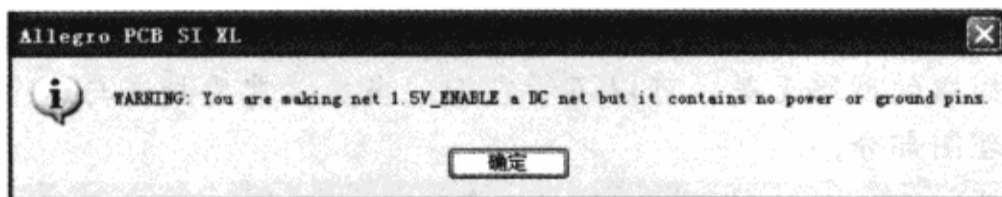

图 2-6-7 警告提示窗口
(3) 从“Identify DC Nets”对话框选择网络名“1.5V\_ENABLE”, “Voltage”栏有“NONE”显示, 这个网络连接的引脚显示在“Pins In net”列表框中, “Voltage source pins”列表框显示这个电压值对应的引脚。在“Voltage”栏双击“None”, 输入 1.5 并按“Tab”键→弹出一个警告提示窗口, 该窗口提示分配电压值的该网络没有电源和地引脚, 如图 2-6-7 所示。